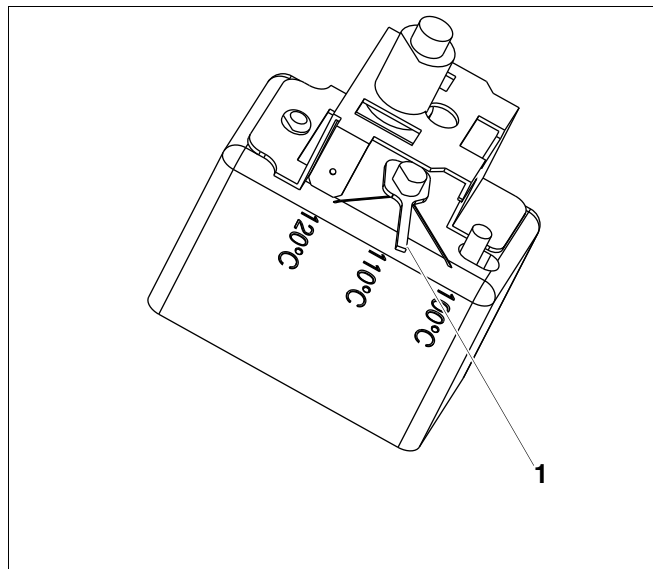

Рис. 4 Вариант Б
2.2.2 Рис. 4 Вариант Б
- Установить рычажок (Рис. 4, поз. 1) на нужную температуру.